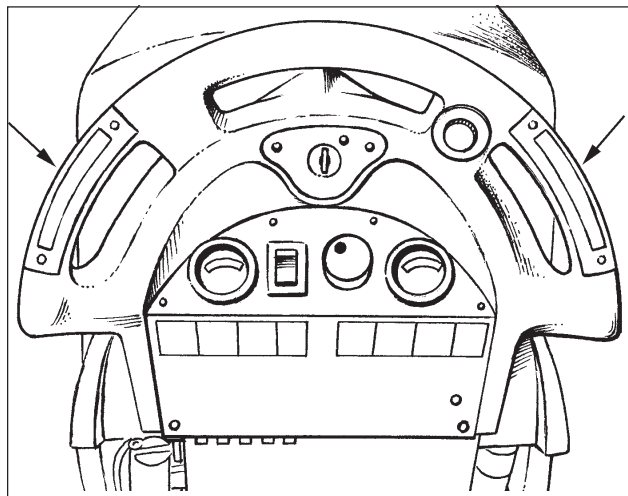

Figure 2
9. La machine va avancer si vous enfoncez indifféremment l'interrupteur de droite ou de gauche (AV/AR). Voir figure 2.